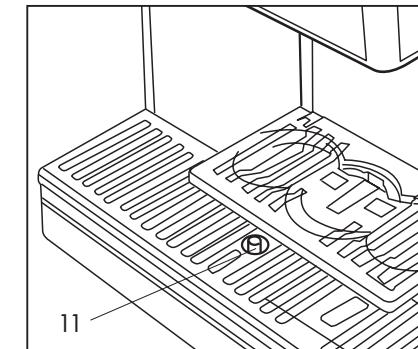

Abb. 17
Wenn der rote Schwimmer (11) der Wanne aus dem Loch ragt (Abb. 17) bedeutet das, dass das in der Wanne gesammelte Wasser den maximalen Füllstand überschritten hat.